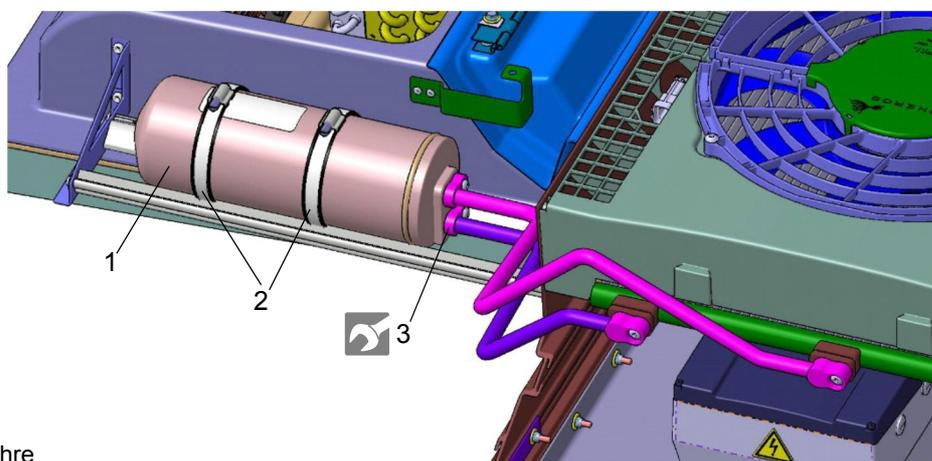

Abb. 904
- SMA-Anschluss (3, Abb. 904) der Kältemittelrohre lösen.
- Halteschellen (2) lösen.
- Sammler (1) entnehmen.
- SMA-Anschlüsse (3) anziehen.
- Halteschellen (2) anziehen.